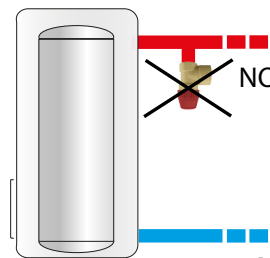

Fig. 1
- Instalar la válvula en posición vertical u horizontal, nunca invertida, para impedir que se depositen impurezas que perjudiquen el buen ejercicio de la misma (fig.1).